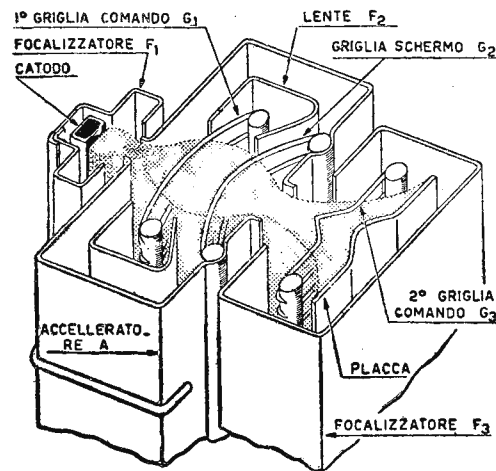

Fig. 1. - Sezione prospettica della disposizione degli elettrodi ed andamento del flusso elettronico nell'interno del tubo.
Il tubo, come è illustrato dalle figure 1 e 2, comprende un catodo *K*, tre elettrodi focalizzatori *F1*, *F2*, *F3* connessi ad esso, l'elettrodo acceleratore *A*, la prima griglia di comando *G1*, la seconda griglia *G2* che funziona da schermo ed è connessa ad *A*, la seconda griglia di comando *G3* ed infine la placca *P*.
Il fascio di elettroni che ha attraversato, con una certa densità di corrente, la fenditura dell'elettrodo acceleratore va via via divergendo (fig. 1) e passa attraverso la prima griglia di comando *G1*. Questa griglia, così come la griglia *G3*, ha un effetto unilaterale cioè agisce sulla corrente che va verso la placca mentre praticamente non modifica l'effetto degli elettrodi a monte; avviene perciò che la prima griglia non agisce sulla corrente emessa dal catodo così come la griglia quadratura *G3* ha un effetto trascurabile sulla prima griglia *G1*. Osservando il fascio elettronico (fig. 1) si nota che in corrispondenza delle due griglie *G1* e *G3*, esso diverge; il controllo del flusso elettronico da parte delle griglie *G1* e *G3* risulta così facilitato dalla minore densità di corrente tanto che queste due griglie possono intercettare totalmente il fascio. L'elettrodo acceleratore in
Fig. 1. - Amplificatore sottoalimentato, ad accoppiamento diretto (A) ed amplificatore del tipo convenzionale R-C impiegante due resistenze e tre condensatori in più.
I due principali vantaggi del circuito sottoalimentato ad accoppiamento diretto nei confronti del circuito ad accoppiamento R-C sono illustrati nella fig. 1. Il guadagno è di 1.000 invece di 350 e vi è una riduzione rilevante nel numero degli elementi del circuito. Il circuito ad accoppiamento R-C presenta 6 resistenze e 4 capacità; il circuito sottoalimentato e ad accoppiamento diretto richiede solamente quattro resistenze ed una capacità. Il risparmio di parti nel circuito d'accoppiamento diretto deriva, in parte, dalle condizioni fisiche di funzionamento più favorevoli. Per esempio, in figura 1 A lo schermo della valvola d'entrata, a soli 18 volt mentre la tensione di placca è di 25 volt, non consuma più di 1 microampere circa. Dato che la resistenza di catodo della valvola d'uscita alla quale la griglia schermo della valvola d'entrata è collegata, costituisce un rigido divisore di tensione, non si richiede l'abituale capacità di fuga per la